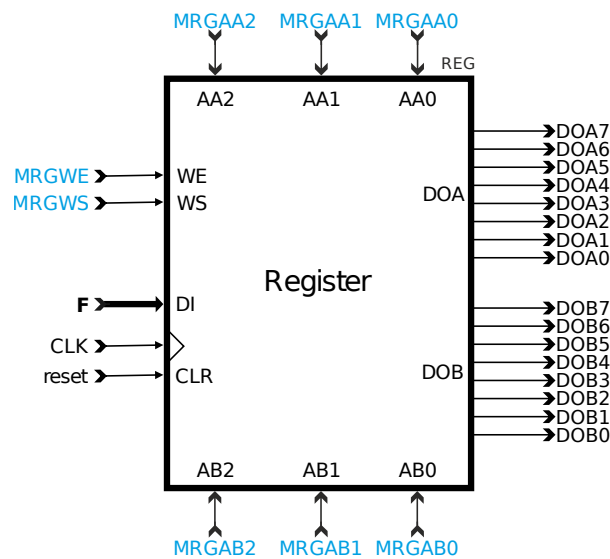

Abbildung 2.2: Schematische Darstellung des Registerblocks.
Der Register-Block (Abb. 2.2) kann 8-Bit-breite Daten, wie (Zwischen-)Ergebnisse und Adressen speichern. Er besitzt einen 8-Bit-breiten Daten-Eingang (Data In: DI) und die zwei 8-Bit-breite Daten-Ausgänge Data Out A (DOA) und Data Out B (DOB). Mit Hilfe der zwei 3-Bit-breiten Adresseingänge Address A (AA0, AA1, AA2) und Address B (AB0, AB1, AB2) kann ausgewählt werden, welche Register an die Ausgänge DOA und DOB angelegt werden sollen. Sollen Daten in eines der Register geschrieben werden, so muss mit Write Select (WS) ausgewählt werden, welche der beiden Adressen (AA oder AB) für die Auswahl des zu beschreibenden Registers verwendet werden soll. Wird der Eingang Write Enable (WE) aktiviert, so werden die am 8-Bit-breiten Eingang DI anliegenden Daten bei der nächsten aktiven Taktflanke in das ausgewählte Register geschrieben.